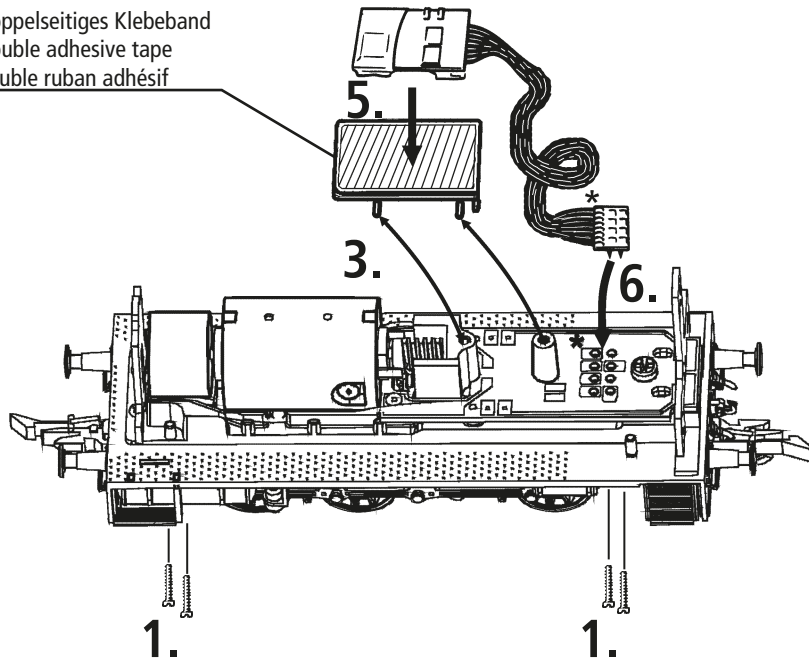
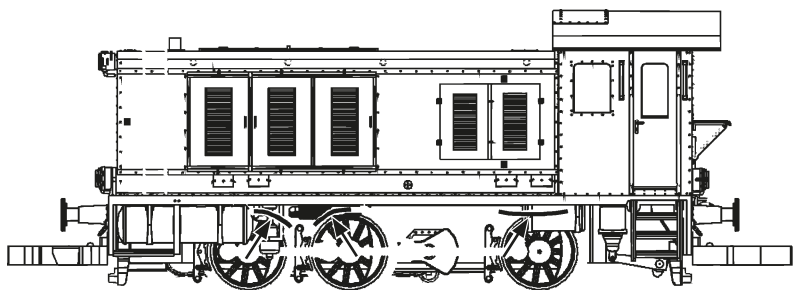

Fig. 7
Fig. 4
Mehrzugbetrieb: Zuerst Lokgehäuse abnehmen (Fig. 4). Danach den Brückenstecker aus der Schnittstelle entfernen (diesen sorgsam aufbewahren). Danach den Stecker des Steuerbausteins lagerichtig einsetzen (siehe Fig. 6).
2. Schmierung: Versehen Sie die im Schmierplan in Fig. 5 gekennzeichneten Stellen mit nur **kleinen Öltropfen**. Dazu zuerst das Lokgehäuse abnehmen (Fig. 4). Wir empfehlen den ROCO **Öler Art.-Nr. 10906**. Fürs Schmieren der Getriebeteile (Zahnräder, Schnecke) empfehlen wir das **ROCO-Spezialfett Art.-Nr. 10905**. Im Falle der Schmierung diese Teile **nicht ölen**.
3. Kohlebürstenwechsel: Lokgehäuse abnehmen (Fig. 4). Danach wird der Motor ausgebaut und die Kohlebürsten ausgewechselt (Fig. 7).
2. Lubrication: Apply **tiny oil drops** to spots marked in Fig. 5. Prior to lubrication dismantle locomotive (Fig. 4). We recommend using item no. **10906, ROCO oiler**. For lubrication the gearparts (e.g. cogwheels, worm) we would recommend our ROCO **special grease** (item no. **10905**).
3. Carbon Brush Changing: First remove locomotive body (Fig. 4), and then the motor (Fig. 7).
2. Graissage: N'appliquez **qu'une toute petite goutte** aux endroits indiqués par le plan de graissage (Fig. 5) après avoir démonté la caisse de la locomotive (Fig. 4). Nous vous recommandons **le graisseur à huile ROCO réf. 10906**. Pour graisser les engrenages (roues dentées, vis sans fin) nous vous conseillons la **graisse spéciale ROCO réf. 10905** pour engrenages en matières synthétiques. Lorsque vous utilisez cette graisse il faut éviter d'huiler ces composants.
3. Remplacement des balais du moteur: Démontez la caisse (voir Fig. 4). Démontez ensuite le moteur et échangez le balais (Fig. 7).